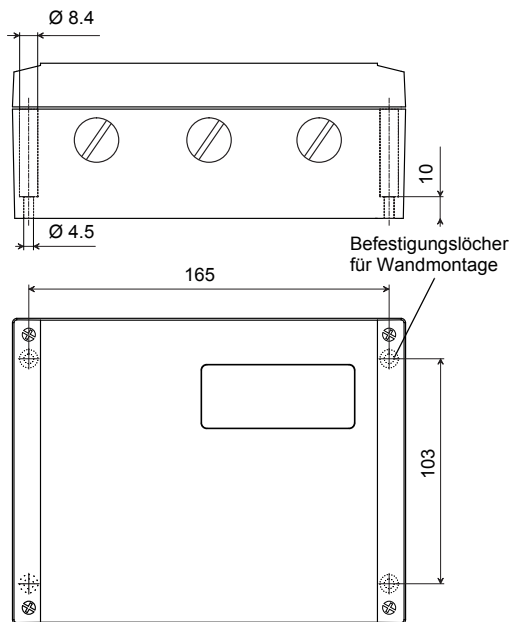
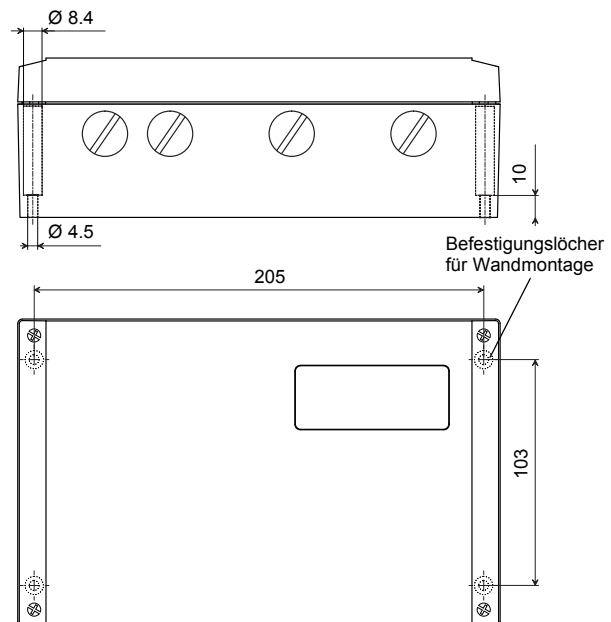

Abb. 5.1: FLUXUS ADM 5107 (Maße in mm)
Abb. 5.2: FLUXUS ADM 5207 (Maße in mm)
- Bohren Sie am Standort 4 Löcher in die Wand (siehe Abb. 5.1 oder Abb. 5.2).